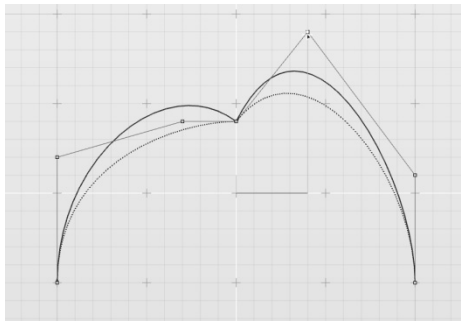

图 3-98 源对象曲线与“连接曲线实体”曲线不再重合
4) 此时必须回到源对象的两条 NURBS 曲线进行观察。请从全局浏览器中找到已被自动隐藏的两条源对象曲线，可以发现它们的形状并未改变，如图 3-98 所示。而且，一旦直接调整源曲线的控制点，作为子对象的“连接曲线实体”曲线也会更新形状，但不再与源曲线的形状匹配。